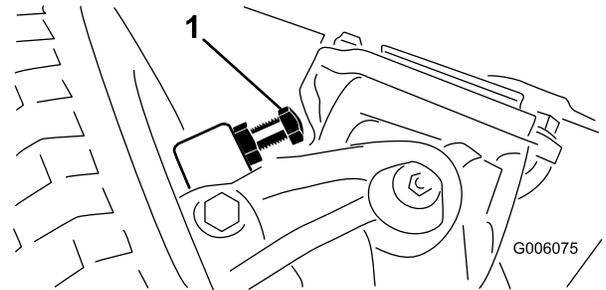

Bild 59
1. Drehen Sie die Bolzen ein oder heraus, bis der Abstand 2,286 mm beträgt (Bild 59).